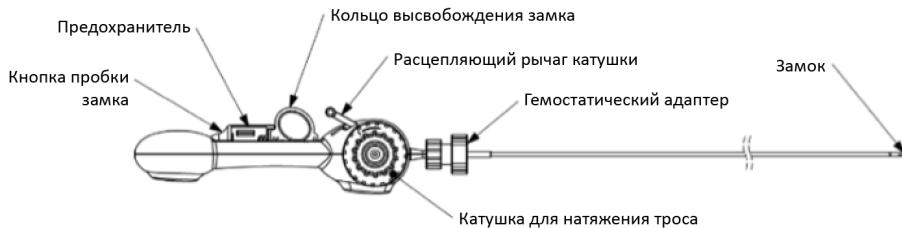

Рисунок 9. Катетер Flexible Lock
- **Катетер Flexible Lock** — если установку имплантата следует прервать до ее завершения (например, вследствие нестабильности гемодинамики или если на имплантат следует установить замок без стягивания, в частности из-за незакрепленных анкерных фиксаторов в двух или более соседних окошках либо из-за в общей сложности четырех или более незакрепленных анкерных фиксаторов), катетер Flexible Lock можно использовать для безопасной фиксации имплантата на месте на любом этапе вмешательства. Имея конструкцию, сходную с катетером Cinch and Lock, этот катетер может проходить по тросу внутри катетера Guide и контактировать с наиболее проксимальным анкерным фиксатором имплантата. Повышенная гибкость этого катетера позволяет огибать подклапанное пространство, чтобы достигать наиболее проксимального анкерного фиксатора вне зависимости от того, на каком расстоянии он находится от катетера Guide. На рукоятке катетера имеются элементы управления для устранения провисания троса, установки и снятия пробки замка. **Катетер Flexible Lock ЗАПРЕЩЕНО использовать для стягивания имплантата.** См. **рисунок 9**.